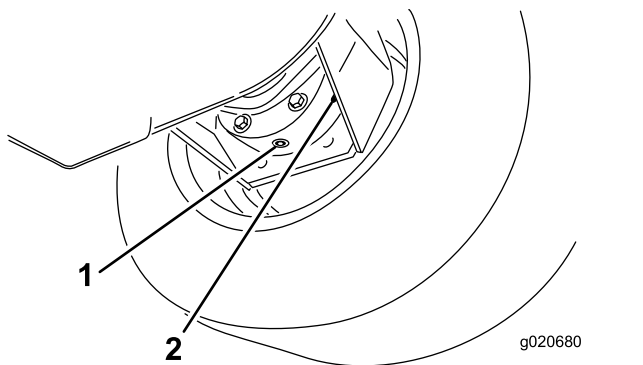

**Рисунок 88**
1. Поставив машину на ровную поверхность, расположите колесо так, чтобы одна контрольная пробка находилась в самом нижнем положении («6 часов») (**Рисунок 88**).